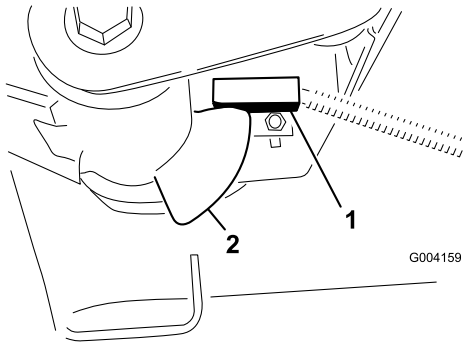

Figure 42
2. Le commutateur des bras de relevage se trouve sous le réservoir hydraulique, derrière le bras de relevage avant droit (Figure 42).
3. Desserrez les vis de fixation du commutateur (Figure 42) et abaissez le commutateur pour augmenter la hauteur du changement de direction des bras de relevage ou élevez-le pour réduire la hauteur du changement de direction. Serrez les vis de fixation.